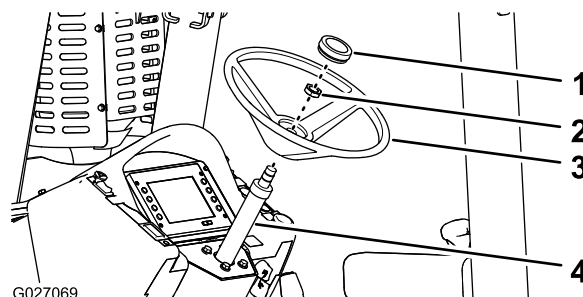

Figura 1
1. Haga palanca para separar la tapa del centro del volante (Figura 1).
2. Retire la tuerca (13/16") que sujeta el volante a la columna de dirección fija (Figura 1).
3. Tire del volante para separarlo de la columna (Figura 1).